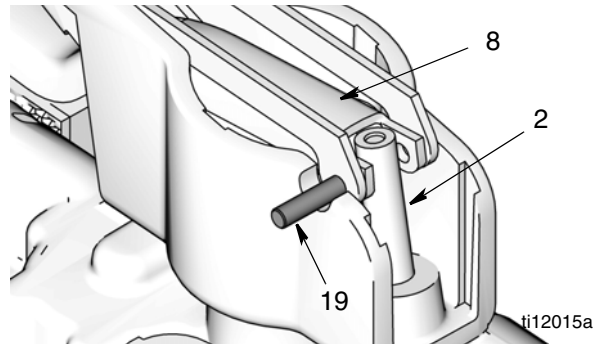

FIG. 44
4. Dé la vuelta al contador y colóquelo en la prensa. Alinee los orificios del conjunto del gatillo con los de la varilla de activación (2). Utilice la varilla de activación vieja o una espiga o varilla no metálica para empujar la varilla de activación hacia arriba y sacarla de la carcasa del contador (FIG. 44) lo suficientemente lejos como para ver el orificio de la clavija (19) en el que hay que deslizar la espiga, pero **no instale la clavija en este punto.**
5. Instale el conjunto del gatillo (8) (FIG. 44). Empuje la clavija (19) a través de los orificios del conjunto de gatillo y varilla de activación.